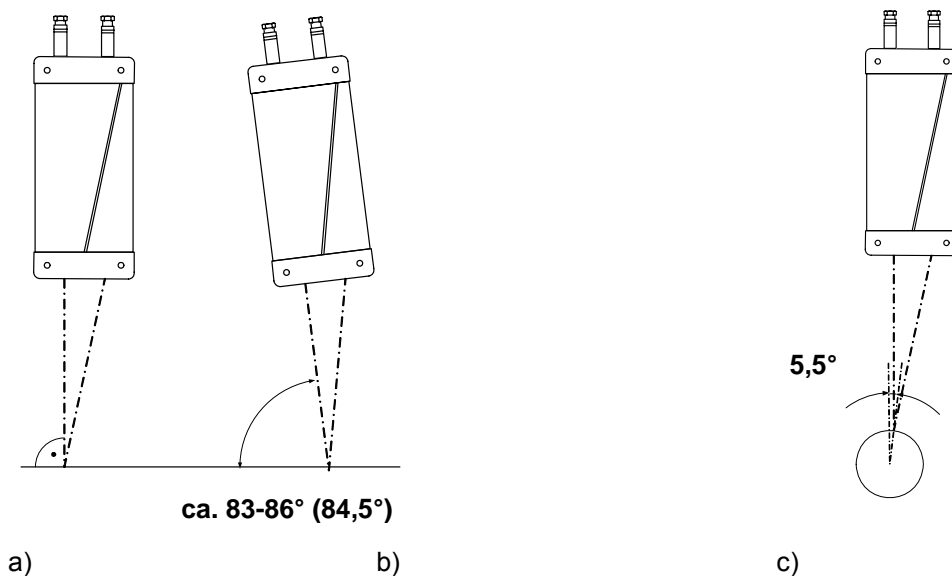

Abbildung 5.4: Einbau für matte (a), hochglänzende (b) und gekrümmte Oberflächen (c)
8. Ein **seitliches Neigen in der Messebene** (s. Abbildung 5.4) um die Messachse ist zulässig und führt nicht zu Messfehlern, da der Vektor der Objektgeschwindigkeit in der Messachse bleibt.
9. Bei Anwendung auf Rohren, Drähten und Profilen bedeutet dies, dass alle Messpositionen von 0 bis 360° um die Messobjektachse möglich sind (siehe Abbildung 5.4).
10. Bei **hochglänzenden Bandmaterialien** empfiehlt sich der Anbau unter Nutzung des Reflexionswinkels. Hierzu ist der Sensor nicht mehr in 90° zum Band anzubringen, sondern leicht um die Messachse zu neigen (siehe Abbildung 5.4). Der Anbauwinkel liegt hier im Bereich $83 - 86^\circ$. Für runde Messobjekte ist deshalb der optimale Messort leicht (ca. $5-6^\circ$) außerhalb des Zenits (s. Abbildung 5.4, c)